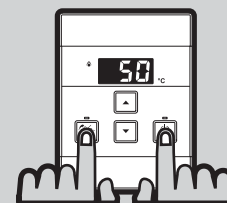

Fig. 3
PASO 1: sólo sobre el comando 'Master', pulsar y mantener pulsados a la vez los botones 'Priority' y 'On/Off' (Fig.3) durante 5 segundos, hasta que el comando emite un 'beep'.